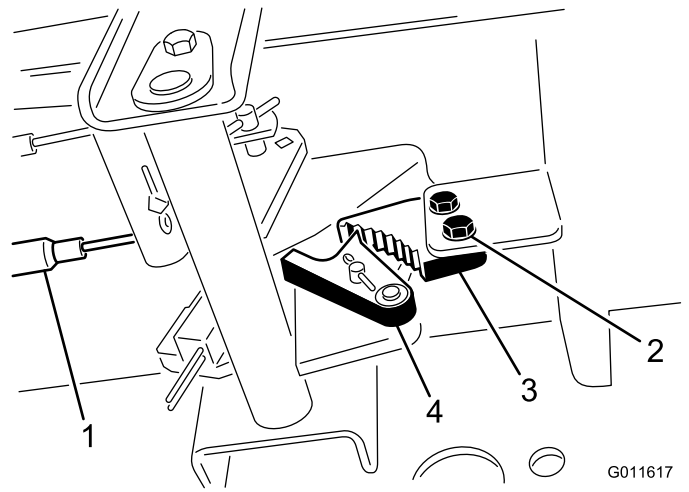

図 73
1. 駐車ブレーキのツメをフレームに固定しているネジ2本をゆるめる（図 73）。
2. ブレーキのツメが戻り止めに完全に掛かるまで駐車ブレーキ・ペダルを前に踏み込む（図 73）。